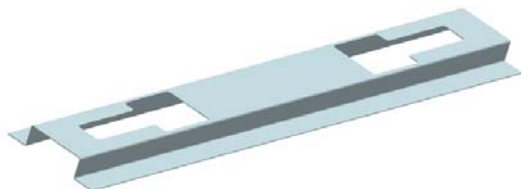

图 11-137 创建倒角特征
(4) 在“倒角”对话框中，单击  按钮，创建倒角特征，如图 11-137 所示。